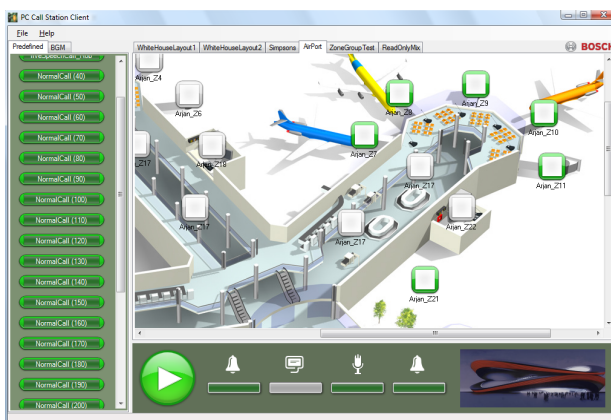

Abbildung 60.2: Registerkarte Vordefinierte Durchsagen
- 7 Betätigen Sie die Schaltfläche *OK*. Es wird ein Bildschirm angezeigt, der Abbildung 60.2 ähnelt.